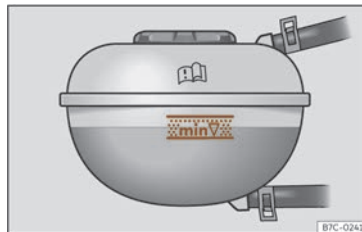

Fig. 223 În compartimentul motor: marcajul de pe vasul de expansiune al lichidului de răcire.
• După răcirea motorului, verificați nivelul lichidului de răcire utilizând marcajul lateral de pe vasul de expansiune >>> **fig. 223**. Nivelul lichidului de răcire trebuie să fie între marcate.
• Nivelul lichidului de răcire trebuie să fie între marcatele de pe vasul de expansiune >>> **fig. 223**. **Nu depășiți niciodată nivelul superior al zonei marcate** >>> **Δ**.
• Atunci când completați cu lichid de răcire, nu umpleți peste marginea superioară a zonei marcate >>> **fig. 223**. În caz contrar, când temperatura crește, lichidul în exces va fi evacuat din sistemul de răcire al motorului și poate provoca daune.